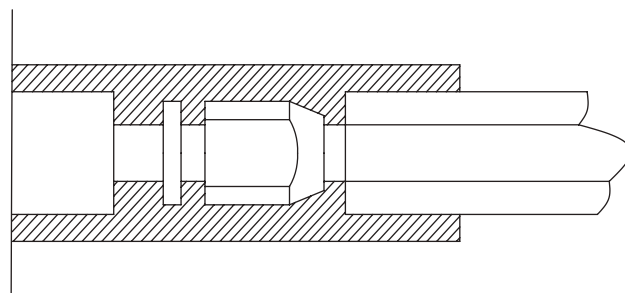

Рис.12.12.
- 6) Гайка, соединяющая блок с фреоновым трубопроводом, должна быть обернута теплоизоляционным материалом и не должна иметь зазора с поверхностью стены (рис. 12.12.).